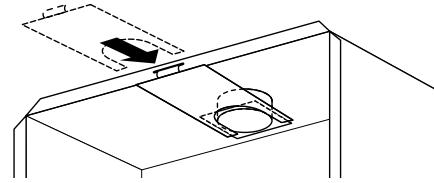

Abb. 5
- Schieben Sie die Klemmplatte mit der Lasche nach oben unter die Platte des Rohrmundes. Die Rohrmundplatte und das flexible Rohr ruhen auf der Klemmplatte. Sorgen Sie dafür, dass sich die Lasche der Klemmplatte in der Rille an der Vorderseite des Ofens befindet (siehe Abb. 5).